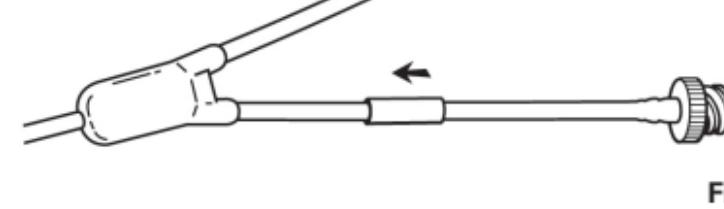

Fig. 15
6. Far scivolare il manicotto sulla giunzione. (Fig. 15)